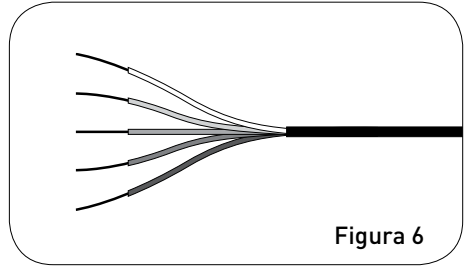

Figura 6
4. Retire de 2,2 a 2,5 cm de aislante de cada conductor (*Figura 6*).